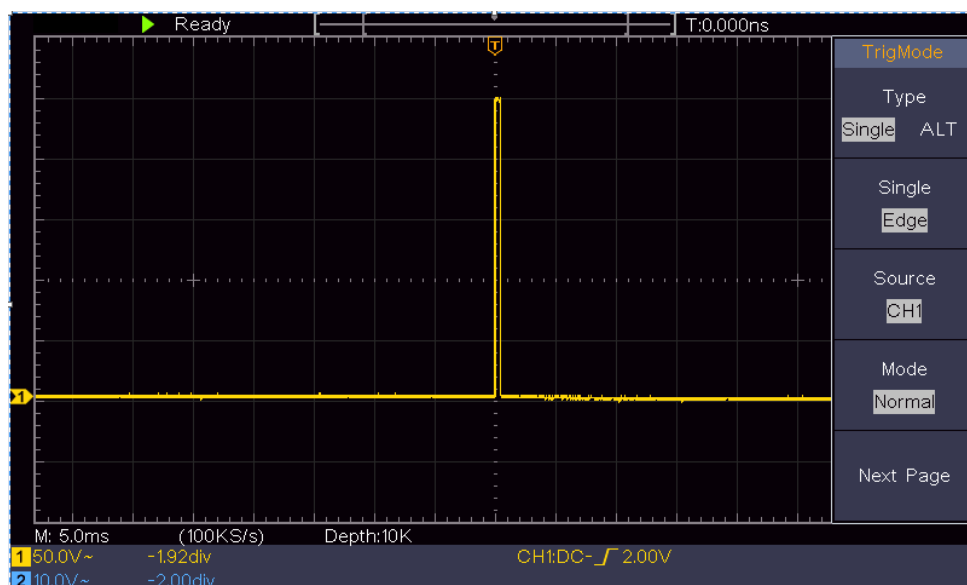

Figura 0-3 Captura de una sola señal
- (2) Ajuste los mandos de **Escala Vertical** y **Escala Horizontal** para establecer un rango vertical y horizontal adecuado para la señal a observar.
- (3) Pulse el botón de **Adquisición** para que aparezca el menú de la derecha.
- (4) En el menú de la derecha, seleccione el **Modo Acqu** como **Detección de Picos**.
- (5) Pulse el botón de **menú de disparo** para mostrar el menú correcto.
- (6) En el menú de la derecha, seleccione **Tipo** como **único**.
- (7) En el menú de la derecha, seleccione **Único** como **borde**.
- (8) En el menú de la derecha, seleccione **Fuente** como **CH1**.
- (9) En el menú de la derecha, pulse **Página siguiente**, seleccione **Acoplamiento** como **DC**.
- (10) En el menú de la derecha, seleccione **Pendiente** como ( creciente).
- (11) Gire el mando de **nivel de disparo** y ajuste el nivel de disparo al 50% aproximadamente de la señal que se va a medir.
- (12) Compruebe el indicador de estado de disparo en la parte superior de la pantalla, si no está listo, pulse el botón **Run/Stop** e inicie la adquisición, espere a que se produzca el disparo. Si la señal alcanza el nivel de disparo establecido, se realizará un muestreo y se mostrará en la pantalla. Utilizando este enfoque, se puede capturar fácilmente un pulso aleatorio. Por ejemplo, si queremos encontrar una ráfaga de rebabas de gran amplitud, ajuste el nivel de disparo a un valor ligeramente superior al nivel medio de la señal, pulse el botón **Run/Stop** y espere un disparo. Una vez que se produzca una rebaba, el instrumento se disparará automáticamente y registrará la forma de onda durante el periodo que rodea al tiempo de disparo. Girando el botón de **Posición Horizontal** en el área de control horizontal del panel, puede cambiar la posición de disparo horizontal para obtener el retardo negativo, facilitando la observación de la forma de onda antes de que se produzca la rebaba (ver *Figura 0-3*).